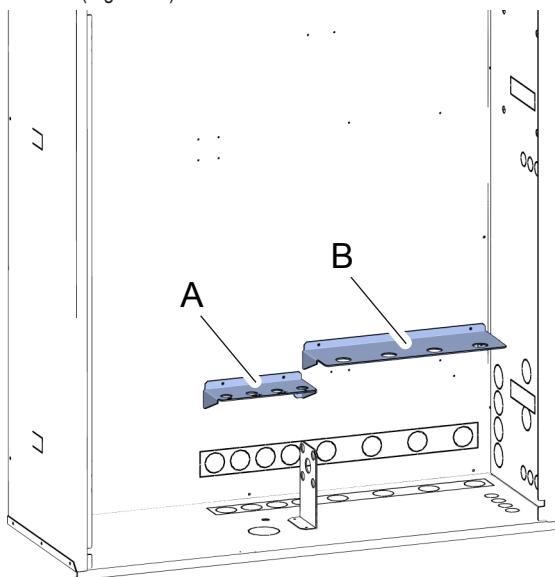
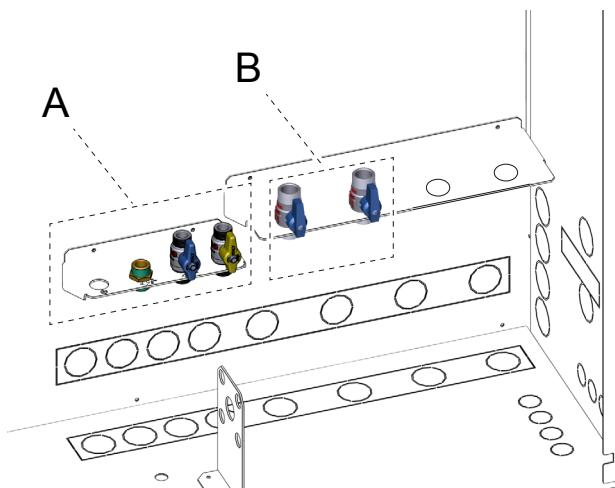

fig. 11 -
fig. 13 -
Montare staffa A ("fig. 11 -") al fondo dell'armadio utilizzando 4 viti autofilettanti.
Montare staffa B ("fig. 11 -") al fondo dell'armadio utilizzando 4 viti autofilettanti.
Montare sulla staffa di sinistra (part. A "fig. 13 -") nипlo (mandata ACS), rubinetto ingresso acqua fredda, rubinetto gas metano bloccandoli alla staffa utilizzando 3 ghiere.
Montare sulla staffa di destra (part. B "fig. 13 -") rubinetto ritorno e mandata impianto bloccandoli alla staffa utilizzando 2 ghiere.
**NOTA:** Se il sistema prevede kit di distribuzione con pompe di rilancio la staffa (part. B "fig. 11 -") e i relativi rubinetti (part. B "fig. 13 -") non vanno montati. Per maggiori dettagli vedi paragrafo "4.14 Installazione kit distribuzione zona diretta con collettore" a pagina 25).